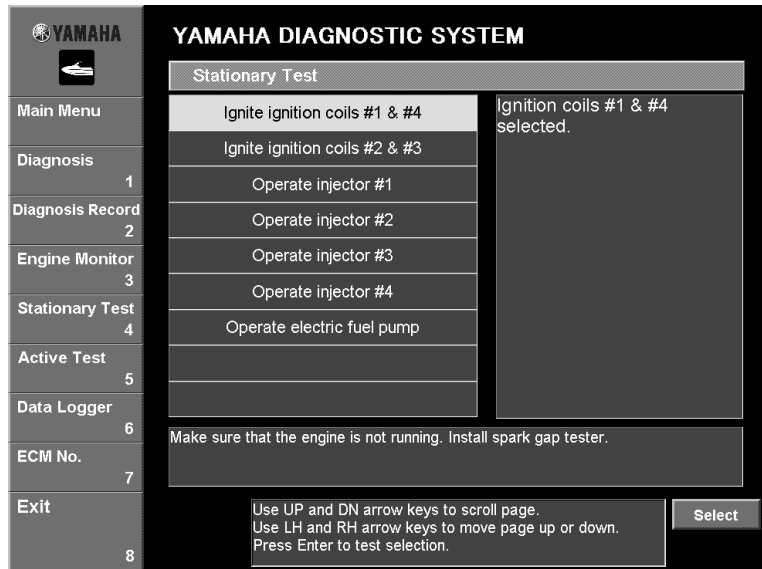

Fig. 46
9. To perform the test again to the same cylinder, click the **Execute** button or press the Enter key on your keyboard. To perform the test on a different cylinder, click the **Return [ESC]** button or press the Esc key on your keyboard to return to main menu where a different test can be selected. (Fig. 46)
9. Pour recommencer le test sur le même cylindre, cliquer sur le bouton **Execute** ou appuyer sur la touche Entrée du clavier. Pour effectuer le test sur un cylindre différent, cliquer sur le bouton **Return [ESC]** ou appuyer sur la touche Echap du clavier pour revenir au menu principal où un autre test peut être sélectionné (Fig. 46).
9. Um den Test nochmals am selben Zylinder durchzuführen, klicken Sie auf **Execute** oder drücken Sie die "Enter"-Taste auf Ihrer Tastatur. Um den Test an einem anderen Zylinder durchzuführen, klicken Sie auf **Return [ESC]** oder drücken Sie die "Esc"-Taste auf Ihrer Tastatur, um zum Hauptmenü zurückzukehren, von dem aus ein anderer Test ausgewählt werden kann. (Abb. 46)
9. Para volver a realizar la prueba en el mismo cilindro, haga clic en el botón **Execute** o pulse la tecla Intro del teclado. Para realizar la prueba en otro cilindro, haga clic en el botón **Return [ESC]** o pulse la tecla Esc del teclado para volver al menú principal, en el que podrá seleccionar una prueba diferente. (Fig. 46)